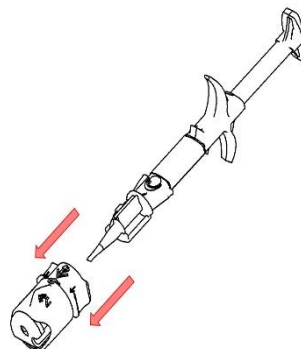

Fig. 3
6. Înlăturați adaptorul și inelul rotitor marcat '4' în (Fig. 3).